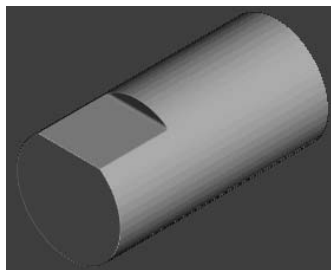

图 4-105 仿真加工结果
2) 在“仿真”工具栏的“当前刀具路径”下拉列表中选择要模拟的刀具路径 finish2，然后单击“执行”按钮，系统开始自动仿真加工，仿真加工结果如图 4-105 所示。